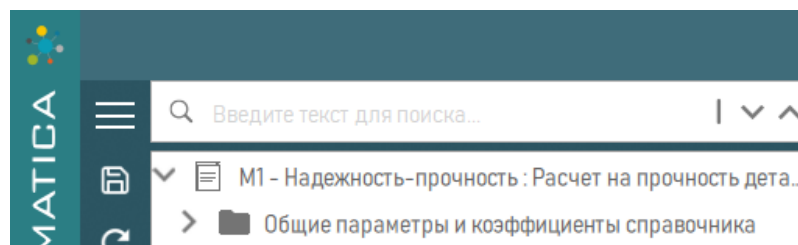

Рисунок 60 – Рабочее окно «Редактор справочников» папка «Общие параметры и коэффициенты справочника»
3) Созданный справочник будет отображаться в рабочем окне. Для справочника автоматически создается папка «Общие параметры и коэффициенты справочника» (рисунок 60).